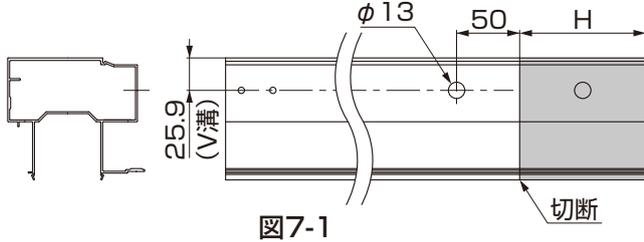

図7-1
①図7-1と表7-1を参照して、3尺延長用柱を加工してください。